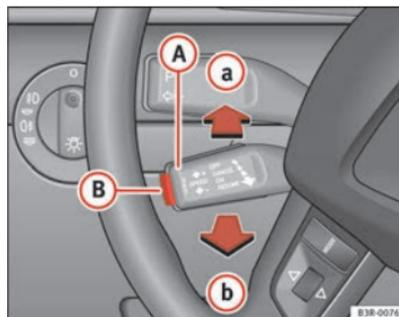

Abb. 152 Bedienelemente der Geschwindigkeitsregelanlage
- drücken Sie den Hebel **(A)** \Rightarrow Abb. 152 bis auf die Position **(a)** (nicht gerastet).